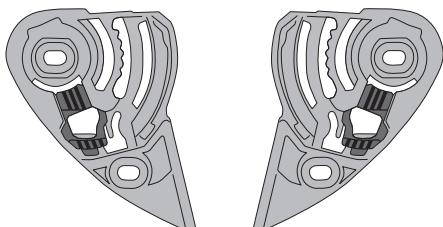

Abb.1
1. Zunächst überprüfen, welche Vorrichtung zur Visierbefestigung auf welche Seite gehört (Abb. 1).